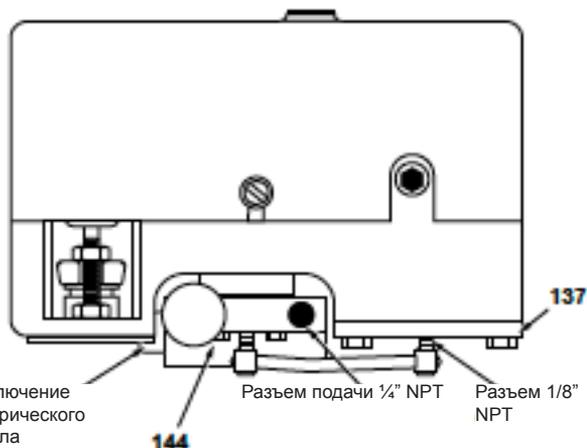

Рисунок 12 - Соединения с позиционером 7700E
- Регулирующий клапан с позиционером 7700E (электрический сигнал): подключите линию подачи воздуха блока коллектора (144) и выполните электрическое соединение для модуля ввода/вывода (20) (рисунок 12). Используйте трубки 4 x 6 мм (наружный диаметр - 1/4 дюйма) для линии подачи воздуха.